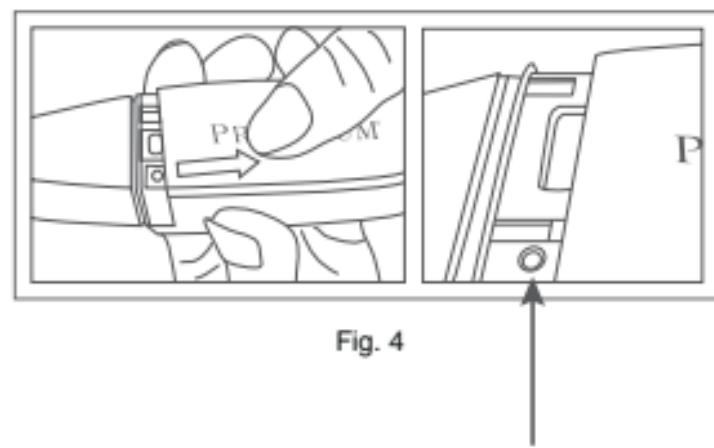

Fig. 4
4. Quite la tapa del compartimiento de las pilas para ver el botón de activación de calibración; un orificio en el borde izquierdo inferior, tal y como se muestra en la Fig. 4.